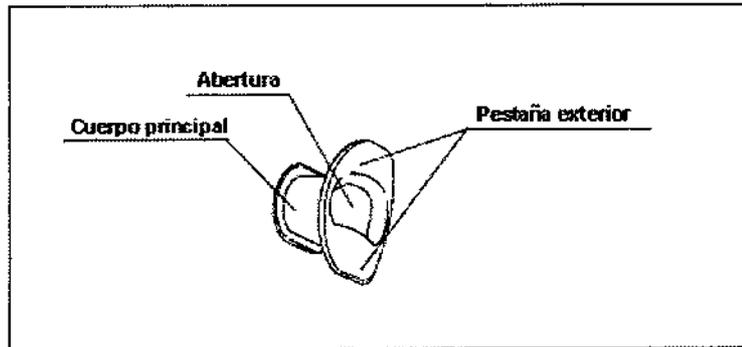

Figura 3.10
2. Utilizando los dedos, compruebe que no existan arañazos, roturas u otras irregularidades en las superficies del abreboocas (véase la figura 3.10).